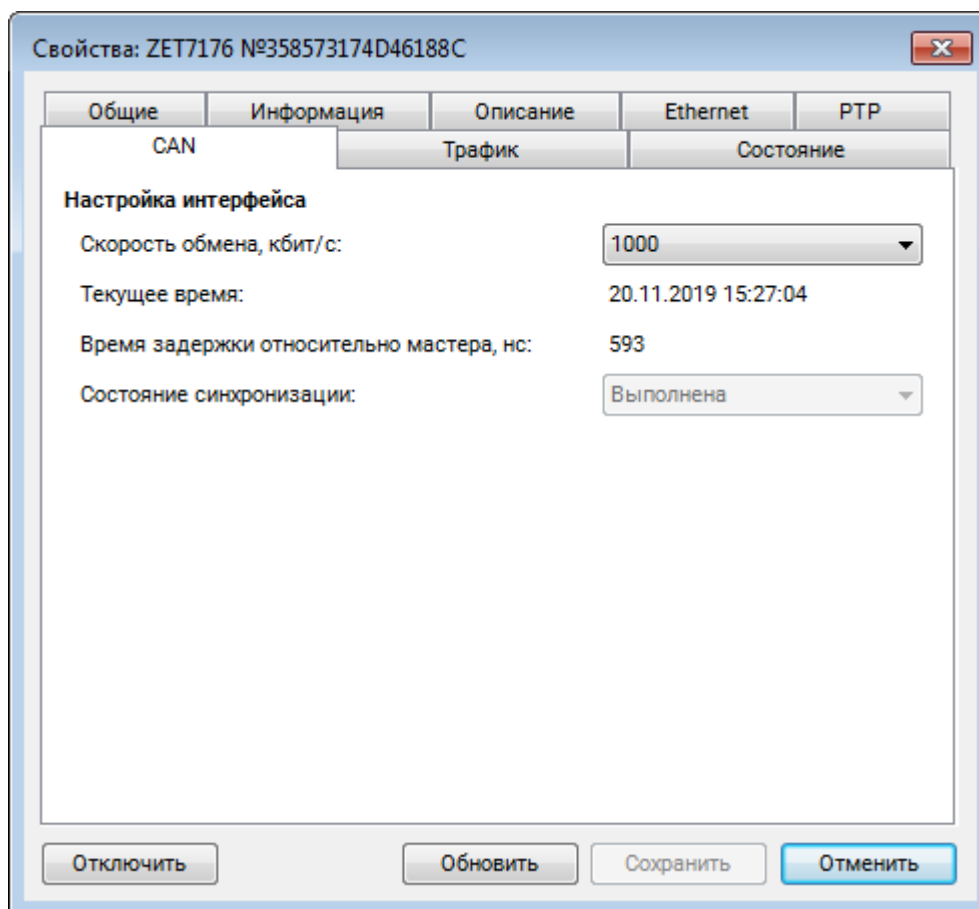

Рис. 4.2 Вкладка «CAN»
- Во вкладке «CAN» в поле «Скорость обмена, кбит/с» следует выбрать значение скорости обмена между преобразователем интерфейса и цифровыми датчиками (Рис. 4.2).